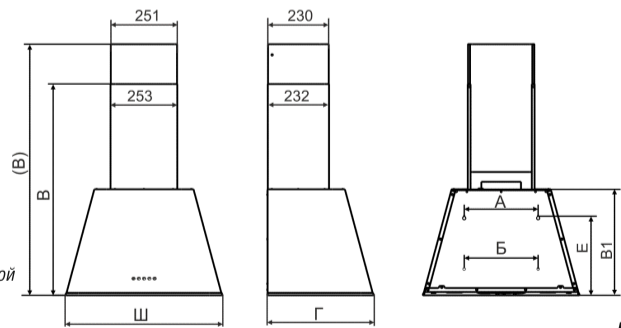

рис. 2
6.1 Установка кухонной вытяжки (рис. 2):